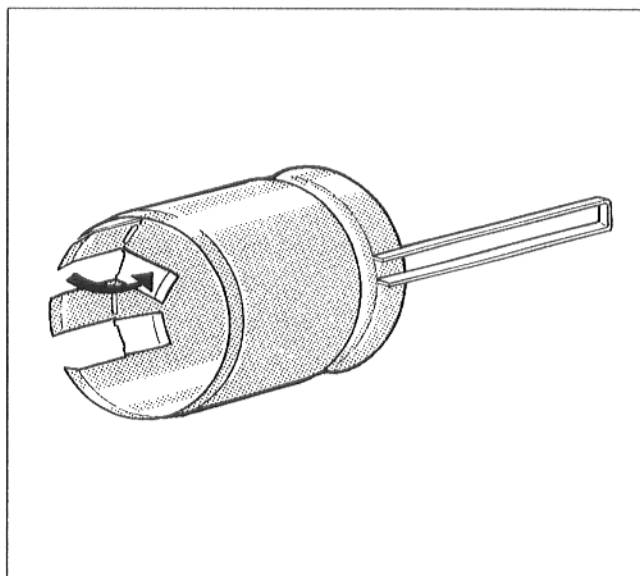

Fig. 37
- Piegare le linguette a 90° verso l'interno (Fig. 37).